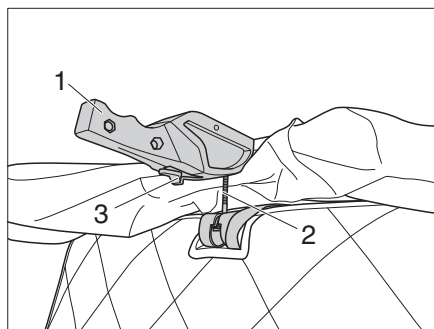

Fig. 18 Sbloccaggio dei bloccaggi
- Spingere la leva di sicurezza (Fig. 18,3) in avanti e contemporaneamente abbassare il bloccaggio (Fig. 18,1) a sinistra e a destra.
- Estrarre il perno (Fig. 18,2) dall'alloggiamento.